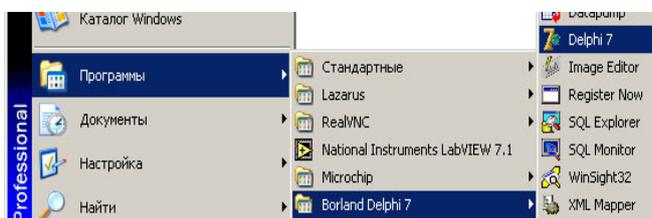
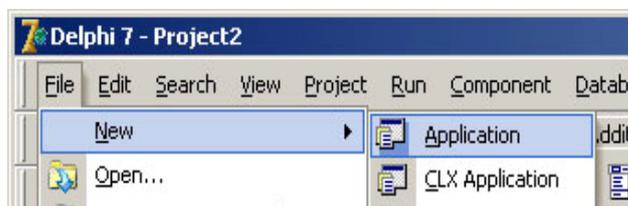

Рис. 43. Меню «Пуск/Программы/Borland Delphi 7/Delphi 7»
Рис. 44. Пункт меню Delphi, создание нового проекта
1. Создать проект приложения. Запустить интегрированную среду разработки Borland Delphi из меню Windows «Пуск/Программы/Borland Delphi 7/Delphi 7» (рис. 43). Выбрав пункт меню «File/New/Application» (рис. 44), создайте новый проект и сохраните его под названием DelphiI7000 (рис. 43). Для сохранения файла используйте пункт меню «File/Save Project As...».